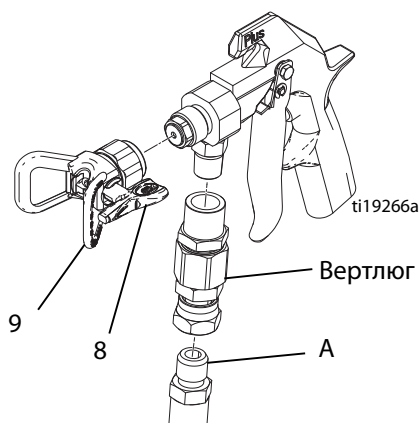

Рис. 2
1. Подсоедините шланг подачи жидкости (А) ко впускному отверстию пистолета. При необходимости используйте вертлюг 207946 или 24Р834 (заказывается отдельно). См. рис. 2.
2. Запустите насос при извлеченном наконечнике SwitchTip (8) и снятой защитной насадке наконечника (9). Промойте насос в соответствии с прилагаемыми к нему инструкциями. Работайте при максимально низком давлении.
5. Установите наконечник SwitchTip (8) и защитную насадку наконечника (9). См. Рис. 2.